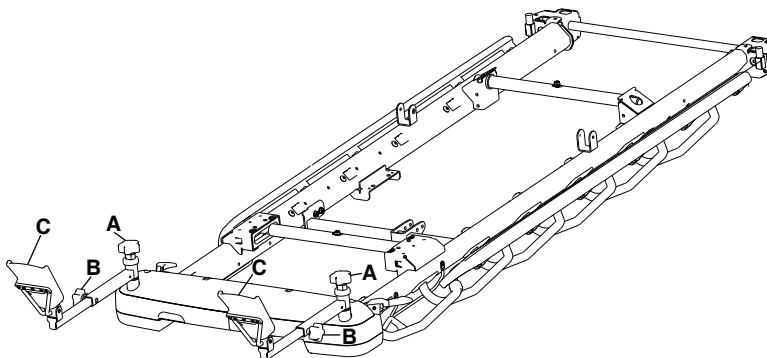

Рисунок 21 – Изменение положения подножек
1. Ослабьте коленную ручку (A) в верхней части подножек, чтобы отрегулировать поперечный угол наклона подножек (Рисунок 21).
2. Затяните коленную ручку (A), чтобы зафиксировать подножки в требуемом положении.